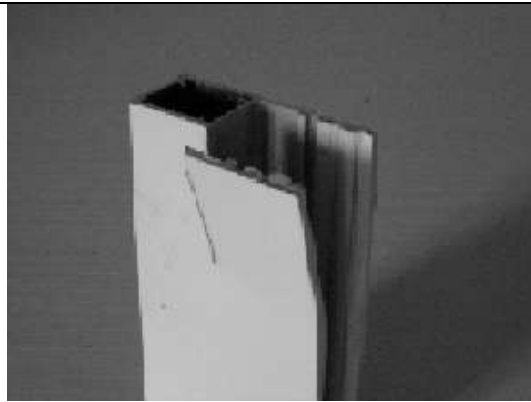

Figure 5
- a) « Tuliper » les coulisses en partie haute. Cette opération consiste à donner un trait de scie d'environ 8 cm dans le haut de la chambre de la coulisse et à le tordre vers l'intérieur pour guider les lames lors de la descente du tablier (fig. 5).